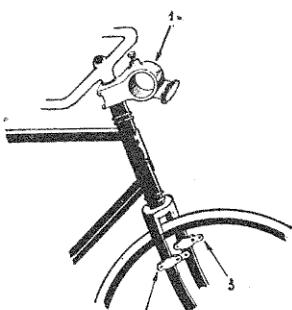

Fig. 39. — Fixation des 3 colliers.
**1er temps.** — Fixation de trois colliers, le collier N° 1 sur le tube plongeur, les colliers 2 et 3 sur les tubes fourreaux à 9 centimètres plus bas que le dessus du pneu (fig. 39).